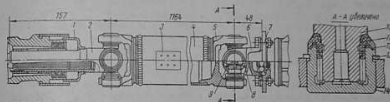

Рис. 85. Карданная передача:
Состоит из двух карданных шарниров с игольчатыми подшипниками, трубы карданного вала, скользящей и фланцевой вилок (рис. 85). Шарниры имеют однообразную смазку, закладываемую при сборке, и не требуют ее пополнения в процессе эксплуатации.
1. Легкими ударами молотка через медную или алюминиевую оправку постучать по дну каждого корпуса (стакана) игольчатых подшипников и снять при помощи отвертки стопорные пружинные кольца 13 (см. рис. 85).